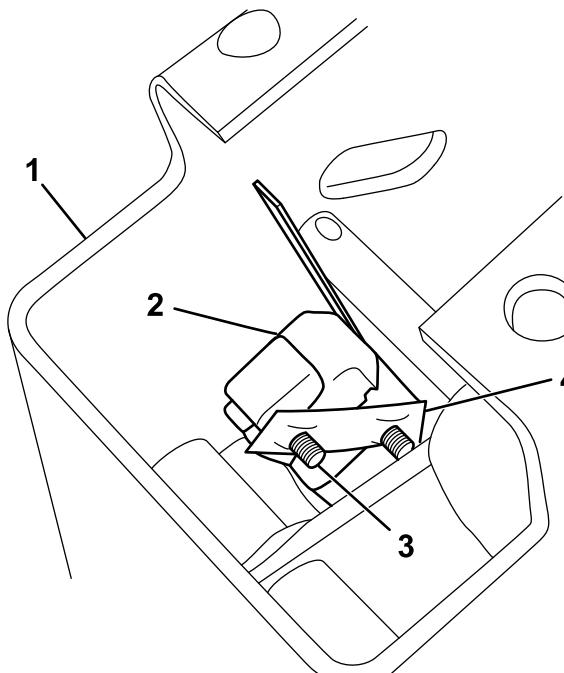

Figura 2
- Monte o interruptor no lado direito do conjunto das mudanças utilizando 2 parafusos (#4 x 3,4 pol.) e a porca de velocidade (Figura 2).